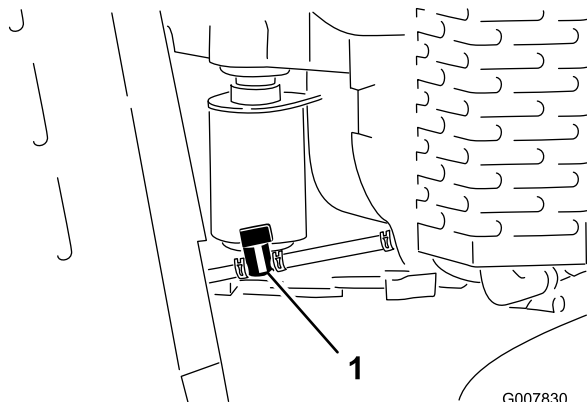

Bild 37
4. Schließen Sie den Kraftstoffhahn (Bild 37).
5. Drücken Sie die Enden der Schlauchklemme an der Motorseite des Kraftstoffhahns zusammen und schieben Sie ihn an der Kraftstoffleitung vom Ventil weg (Bild 37).
6. Ziehen Sie die Kraftstoffleitung vom Ventil (Bild 37).
3. Schließen Sie den Kraftstoffhahn (Bild 37).
7. Drehen Sie den Kraftstoffhahn in die geöffnete Stellung (Bild 37).